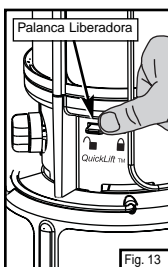

Fig. 13
- ⇒ Mueva hacia la izquierda la Palanca Liberadora hasta que la palanca quede por encima del símbolo de abierto QuickLift™ "☞". (Fig. 13)